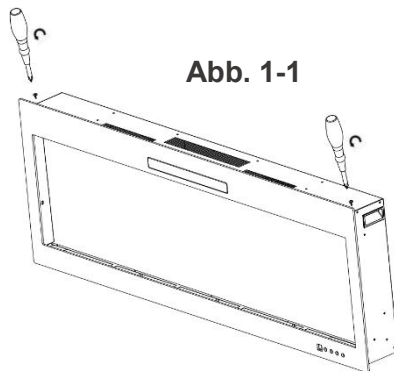

Abb. 1-1
G. Entfernen Sie die Schrauben auf beiden Seiten. (**Abb. 1-1**)